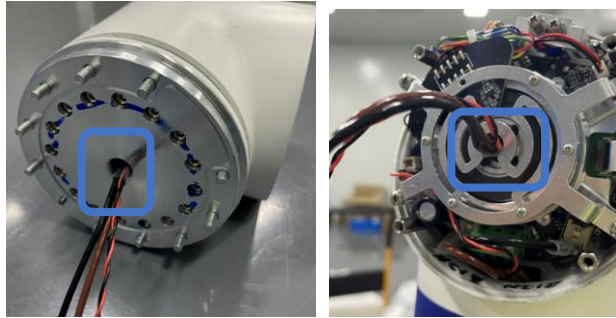

图 3-18 线缆穿到关节上
- 穿线：关节上的线缆和关节首先应注意对应，不能装错，还应注意线缆方向，将线缆从法兰轴一侧穿入，从端盖一侧穿出，穿至指定位置（此位置应使法兰轴端面 and 束线架端面均有热缩管），如图 3-18 所示：